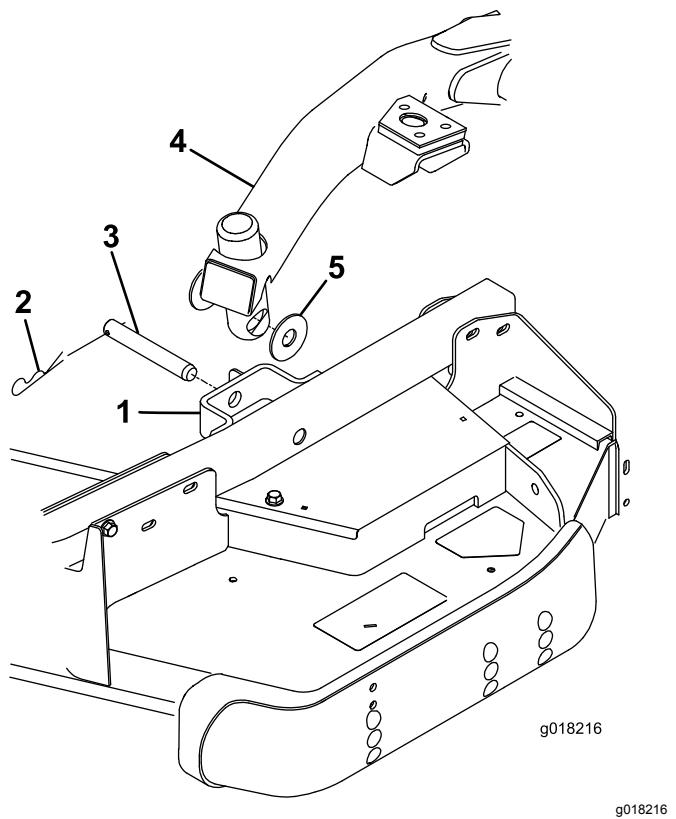

Figura 5
- Retire as duas anilhas de encosto, passador de forquilha e perno de gancho de cada suporte da roda giratória na unidade de corte (Figura 5).
- Pressione o interruptor de elevação para a frente para a posição FLUTUAÇÃO. Empurre os braços de elevação para baixo até que os furos no braço de elevação fiquem alinhados com os furos nos braços da roda giratória (Figura 5).
- Prenda o braço de elevação ao braço da roda giratória com duas anilhas de encosto, um passador de forquilha e um perno de gancho. Posicione as anilhas de encosto entre o braço de elevação e o suporte do braço de elevação (Figura 5) e insira a extremidade do contrapino na ranhura da patilha do braço da roda giratória para fixar o contrapino.